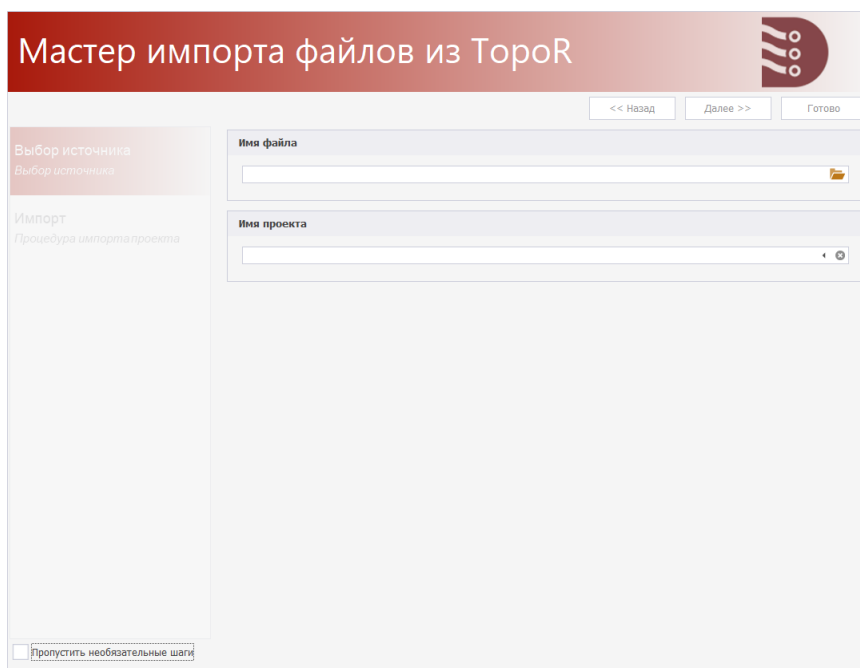

Рис. 66 Выбор файла
- На шаге «Выбор источника» выберите файлы для импорта, Рис. 66, нажав .